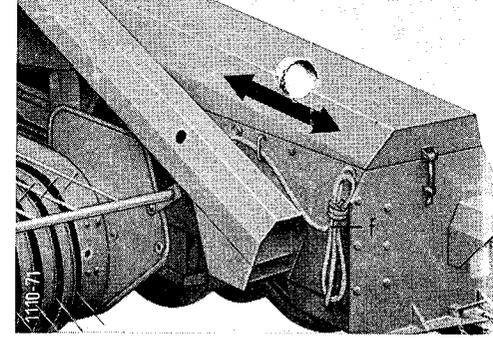

Bild 16
**Aufsammlerhöhe einstellen** (Bild 16): Zugseil f am Schlepper festknoten und Aufsammler durch wiederholtes **leichtes** Ziehen stufenweise heben oder senken.